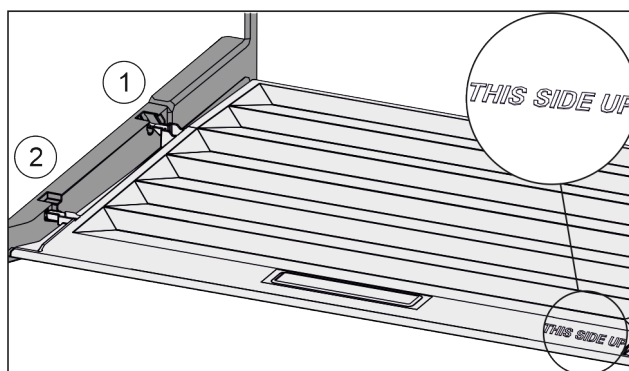

Fig. 26
- ▶ Introduzca los nervios de la tapa por la abertura del soporte trasero Fig. 26 (1) y encájelos por delante en el soporte Fig. 26 (2).